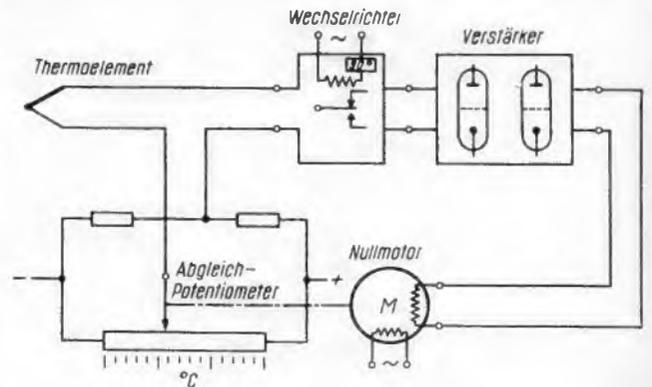

Bild 7. Schaltbild des elektronischen Kompensographen der Siemens & Halske AG
Die Verminderung des Stromes entsprechend der Ersatzschaltung Bild 5 beträgt nur $0,45 \text{ mA}$ gegenüber dem Anodenruhestrom von $9,7 \text{ mA}$. Es sei besonders betont, daß diese Größe des Stromes nicht im Kennliniendiagramm von Bild 7 erscheint, denn die Röhre V 1 ist zur Zeit t_1 gesperrt.
Dieses Potential finden wir in Bild 7 eingetragen.
Im Zeitwert t_2 steigt die Gitterspannung der Röhre V 1 — die Rechtecksteuerspannung — von negativen Werten aus an und überschreitet die Verschiebespannung — U_v oder — U_{E1} . In diesem Zeitpunkt wird die Röhre V 1 leitend. Die Anodenspannung der Röhre V 1 nimmt mit zunehmendem Anodenstrom ab und erreicht die Anodenruhespannung U_{a1} entsprechend Bild 7. Das zugehörige Ersatzschaltbild ersieht man aus Bild 5 B.
Der Aussteuervorgang der gesamten Schaltung ist in dem Anodenstrom-Anodenspannungskennlinienfeld Bild 7 nochmals übersichtlich zusammengestellt. Mit den Bezeichnungen aus Gleichung (8) und Gleichung (16), d. h. mit dem gegebenen Widerstandswert für die Kondensatorentladung von 300 V bis zur Anodenruhespannung von 106 V erhält die Entladezeitkonstante den folgenden Wert:
Bild 7. Das vollständige $U_a - I_a$ -Kennlinienfeld der Röhre ECC 40 mit eingezeichneten Gitterspannungen, Anodenspannungen und Anodenströmen für einen Anodenbetriebswiderstand von $20 \text{ k}\Omega$
Die Schwingungskurven nach Bild 3 sind Bild 7 entnommen. Die Schwingungen A, B und C stellen die Steuerspannung, die Anodenspannung und den Anodenstrom dar. Die untere Schwingungsform (Bild 3 D) ist jedoch die Gittervorspannung der Röhrenstufe V 2. Der positive Differenzierimpuls ist wesentlich kleiner als der negative Impuls. Im positiven Aussteuerbereich der Röhre V 2 wird der Gitterkreis
Der elektronische Kompensograph von SIEMENS & HALSKE ist dagegen ein Sechsfarbensreiber, an den bis zu zwölf Meßstellen angeschlossen werden können und dessen Wirkungsweise (Bild 7) etwa folgende ist: Entspricht die vom selbsttätigen Meßstellenumschalter angelegte Meßspannung nicht der augenblicklichen Abgleichstellung der Brückenschaltung, die von einer Konstantspannungsquelle mit Gleichstrom versorgt wird, so tritt in der Brückendiagonale eine Differenzgleichspannung auf. Diese wird durch einen Wechselrichter in eine rechteckförmige Wechselspannung mit der Grundschwingung 50 Hz umgeformt. Die Wechselspannung wird hoch verstärkt und wirkt dann auf die Steuerwicklung eines Nullmotors ein, dessen Netzwicklung an eine Hilfsspannung angeschlossen ist. Der Motor bewegt je nach der Polarität der Differenzgleichspannung den Potentiometerabgriff nach links oder rechts, bis keine Differenzgleichspannung mehr entsteht.